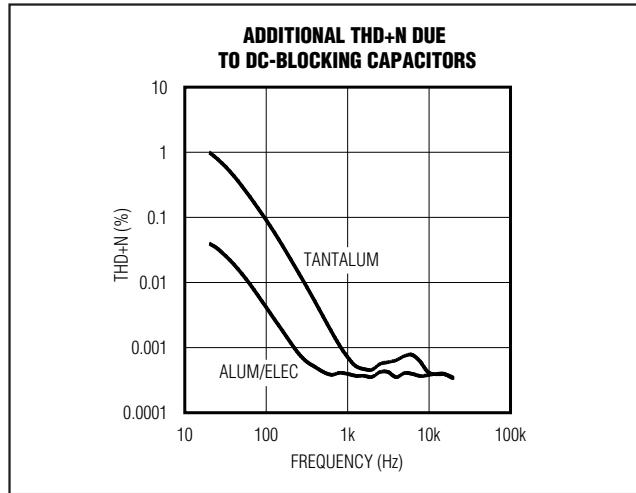

图3. 隔直电容引起的失真
- 2) 随着电容值的变化以及电容两端电压的变化，隔直电容的电压系数会导致重建音频信号的失真。在-3dB频率以下的频率范围内，容抗起主导作用，电压系数表现为失真度随频率而变化。图3给出了两种不同介质电容引入的THD+N，100Hz以下的THD+N增加很快。